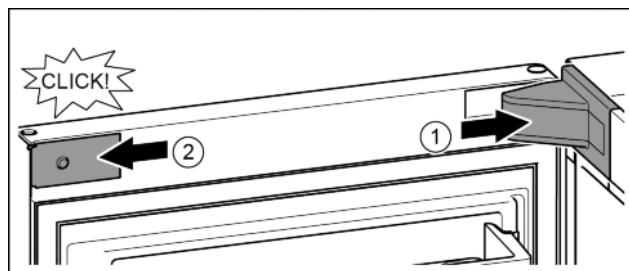

Fig. 24
- ▶ Крышку установить и зафиксировать, при необходимости, осторожно разжать. Fig. 24 (1)
- ▶ Установить крышки сбоку и зафиксировать. Fig. 24 (2)